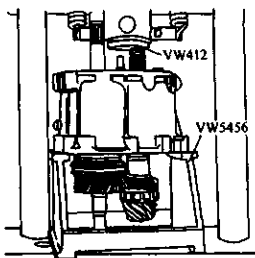

图 3-59 拆下输入
- 14) 拆下输入轴和输出轴，如图 3-59 所示。输出轴的外后轴承也同时取下。
- 4) 拆下输入轴、输出轴,见图 3-59 所示。